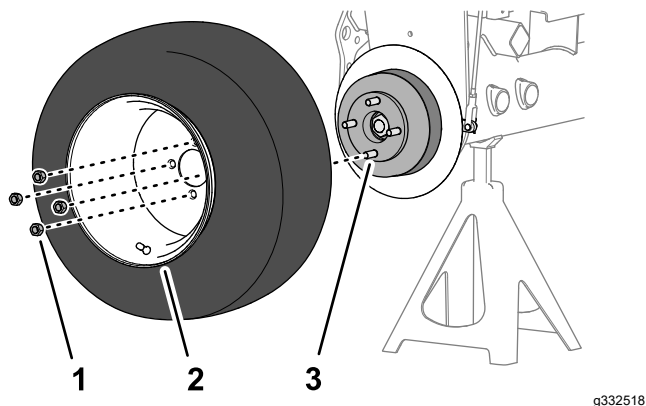

Figura 76
1. Scoateți cele 4 prezoane care fixează roata din față la butuc și îndepărtați roata (**Figura 76**).